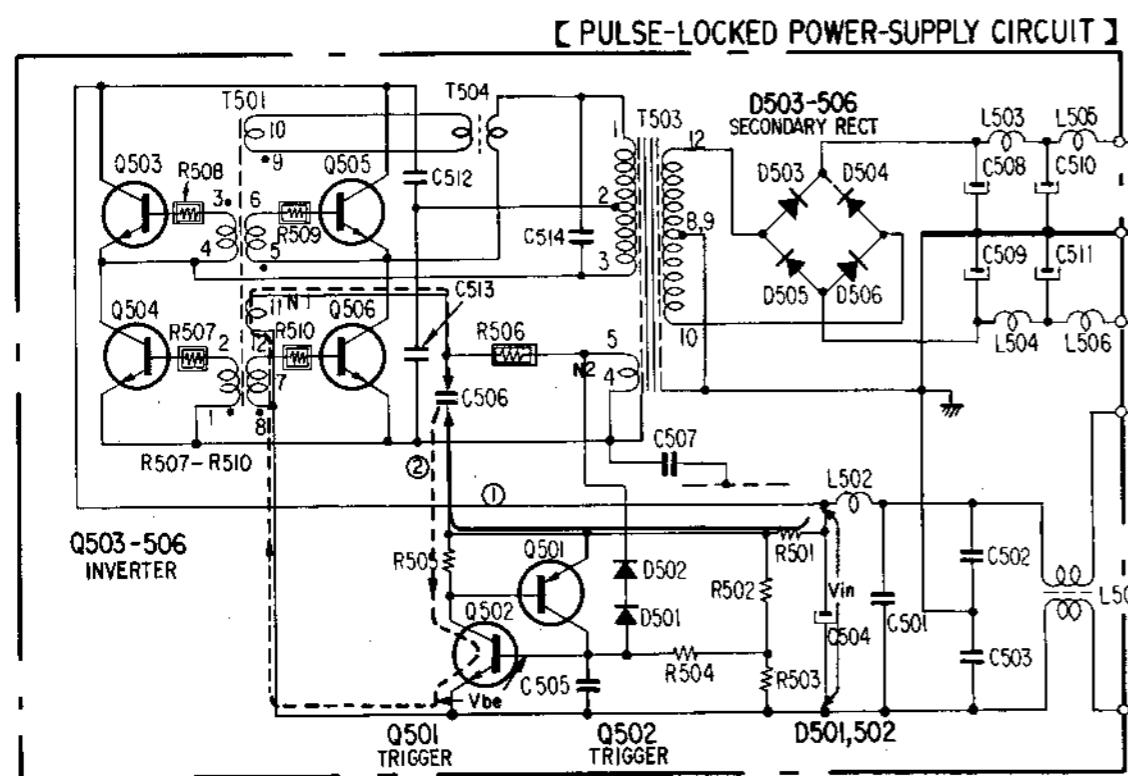

Fig. 3
3. INVERTER TRIGGER CIRCUIT (See Fig. 3.)